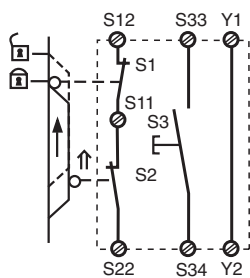

Fig. 5: Control de puerta de protección 2 / Comando porta di protezione 2 / Hekbesturing 2
- Comando per porta di protezione 2 (fig. 5)
- Heksturing 2 (afb. 5)